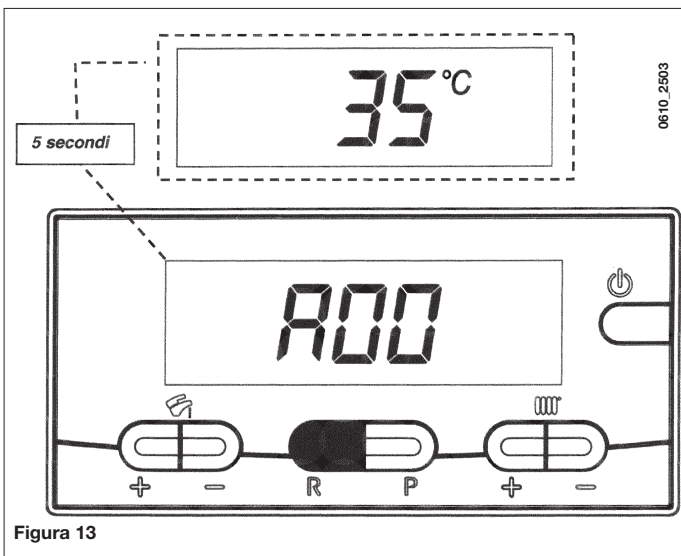

Figura 13
- Tenere premuto il tasto **R** per circa 6 secondi. Quando la funzione è attiva il display visualizza la scritta "A00" (... "A09") che si alterna al rispettivo valore (figura 13);